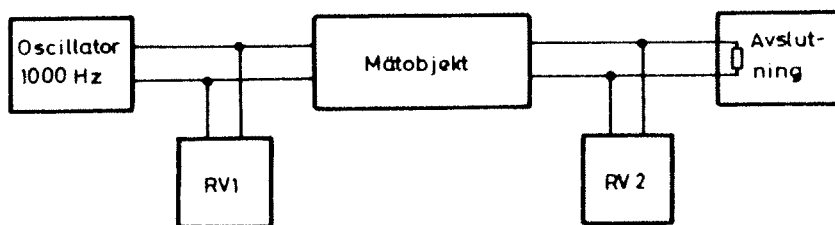

Bild 3. Princip för dämpningsmätning
3.3.2 Dämpningsmätningens princip, bild 3.